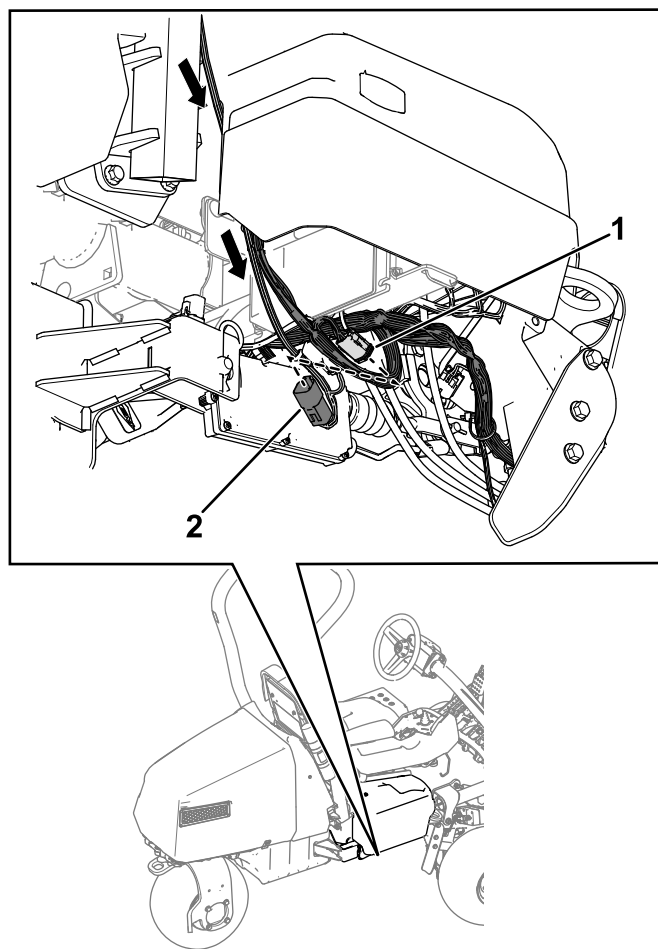

Figura 13
4. Enrute el arnés de cables hacia abajo por la barra antivuelco y conecte el conector del arnés de cables marcado P01 al conector del arnés de cables de la máquina marcado P71 (**Figura 13**).